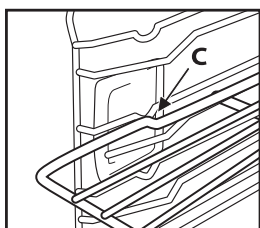

Fig. 3
3. Remettez la grille en position horizontale et poussez-la jusqu'à ce qu'elle soit parfaitement insérée « C » (Fig. 3).